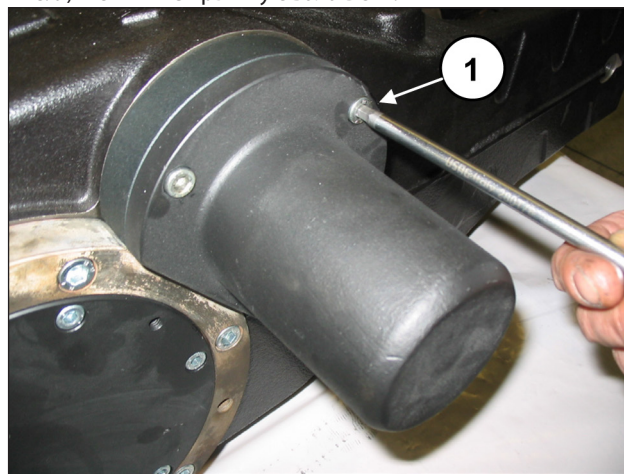

Рис. 9
Открутите винты крепления крышки конца вала (поз. ①, Рис. 9) и снимите крышку с вала ВОМ.